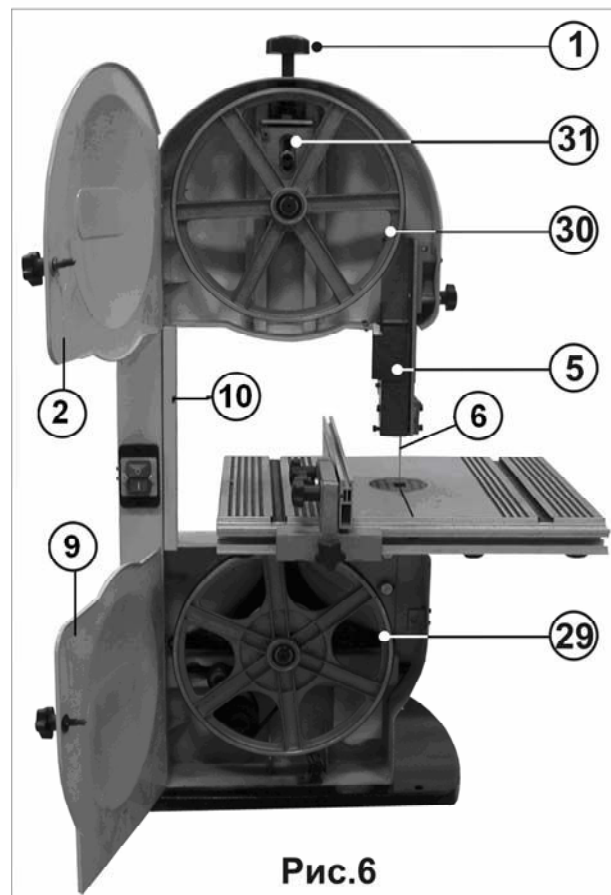

Рис.6
- С помощью жесткой щетки удаляйте смолу и опилки с колес (29) и (30), Рис.6. Не применяйте растворители.
12.3.7. При определившейся тенденции «ухода» пильной ленты (6) в сторону, необходимо обратить внимание на ее заточку и развод зубьев. Целесообразно проконтролировать позиции подшипников (33) и подшипника (34), Рис. 7, Рис. 8, стабилизирующих траекторию движения пильной ленты (6) в рабочей зоне, проконтролировать устойчивость посадки пильной ленты (6) на ведущем и направляющем колесах (29) и (30), Рис. 6.
12.4.2. Для уменьшения прилипания алюминиевых стружек к пильной ленте (6), Рис. 2, при работе с профилем применяйте смазку (при отключенной от электросети пиле). Проворачивая вручную колесо привода (29), Рис. 6, натрите пильную ленту (6), Рис. 2, воском.
13.1.1. За ручки (3) откройте замки верхнего и нижнего защитного кожуха (2) и (9), Рис 2, откройте их, освободив доступ к колесам (29) и (30), Рис. 6.
13.1.3. Опустите ручкой (1) ползун (31) с закрепленным на нем верхним колесом (30), Рис. 6.
13.1.4. Аккуратно возьмите кольцо пильной ленты (6) зубьями «на себя» (необходимо это делать в перчатках), введите пильную ленту (6) в прорезь несущей колонны (10), накиньте пильную ленту (6) на верхнее направляющее колесо (30), Рис. 6, пропустите её между стабилизирующими подшипниками (33) и (34) и ограничителями (32),
13.1.5. Рукояткой (1) поднимите верхнее колесо (30), обеспечивая легкое натяжение пильной ленты (6), Рис. 6.
13.3. Уход за поверхностью колес (Рис. 6).
11.1. Стабилизация ленты на ведущих колесах, натяжение пильной ленты (Рис. 3, Рис. 6)
11.2. Позиционирование пильной ленты (Рис. 6, Рис. 7, Рис. 8)
Привод пильной ленты (6), Рис.2, осуществляет электродвигатель (22), Рис.3, через двухступенчатый шкив редуктора и ременную передачу на нижнее колесо (29), Рис.6.
11.3.1. Отключите пилу от источника электрического тока. Откройте нижний защитный кожух (9), Рис.2; за спицами приводного колеса (29), Рис.6, должен быть виден ремень. Его натяжение, состояние «ручейков» рабочей поверхности необходимо контролировать.
- б) снимите фиксирующую шайбу с оси приводного колеса (29), Рис.6;
- в) Снимите колесо (29), Рис.6. (Если состояние ремня удовлетворительное, Вам требуется просто увеличить его натяжение, вращая винт (20), Рис.3, по часовой стрелке).
11.3.5. Зафиксируйте колесо (29), Рис.6, на оси стопорной шайбой.
Проверните колеса привода (29) (30), Рис.6, вручную, обращая внимание на стабильность и посадку пильной ленты (6) на колесах (29) (30). Закройте защитные кожухи (2) и (9), включите пилу на 2 минуты без нагрузки. После остановки пильной ленты (6) вновь проверьте ее положение на колесах (29) (30), Рис.6.
11.4.2. Каждое из этих колес имеет возможность некоторой регулировки плоскости вращения. Плоскость вращения нижнего ведущего колеса (29), Рис.6, задается винтами (19), Рис. 3. Верхнее направляющее колесо (30) крепится на колеччатом ползуне (31) с возможностью перемещения по высоте (для регулировки натяжения пильной ленты (6)) за счет резьбовой тяги через ручку (1), Рис.6; плоскость его вращения регулируется винтом (14), Рис.3.
11.4.3. Для обеспечения жесткости движения пильной ленты (6) в рабочей зоне при пилении, для предотвращения ее закручивания и смещения имеются дополнительные элементы стабилизации: верхняя подвижная направляющая (5) с подшипниками (33), на которые опирается пильная лента (6) и нижний стабилизирующий узел с подшипником (34) и двумя ограничителями (32), Рис.6, Рис.7, Рис.8. Все подшипники посажены на регулируемые эксцентриковые оси.
12.2. Применение пылесборника (Рис.2, Рис.3, Рис.6). При существенных объемах работы применение пылесоса обязательно. Отсутствие принудительного отбора опилок и пыли из нижнего защитного кожуха (9) будет отрицательно сказываться на работе пилы. Внутренний объем нижнего защитного кожуха (9) необходимо периодически очищать, следить за состоянием щетки очистки нижнего колеса (29), регулируя ее положение по мере истирания ворса. Пылесос необходимо подключать к патрубку (21).